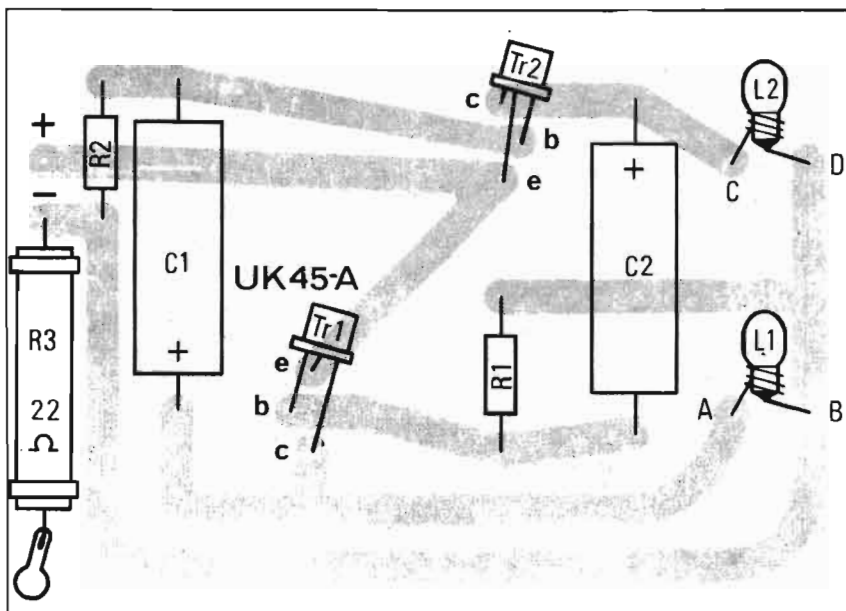

Fig. 2 - Sérigraphie du circuit imprimé.
Pour ce faire, partons des canaux français F_2 et F_4 et superposons les canaux européens E_2 , E_3 , et E_4 (Fig. 2). Nous voyons, hélas, que les transformations s'avèrent des moins faciles car, en estimant pouvoir obtenir le « son » d'une autre manière, les images des canaux européens reçus sur les canaux F_2 et F_4 seraient très mauvaises. Le canal E_2 manquerait de définition car toute la partie A est anormalement tronquée. Le canal E_3 aurait « du son dans l'image ». Quant au canal E_4 , il serait aussi coupé de sa partie A par la propre sélectivité du récepteur TV.
Il faut avant tout, repérer exactement les points de soudure de chaque borne. Pour cela se référer à la figure 2 où apparaît la sérigraphie des composants
- Insérer et souder les deux résistances de 1,5 k Ω puis les deux condensateurs de 500 μ F. Il est très important de respecter les polarités indiquées à la figure 2.